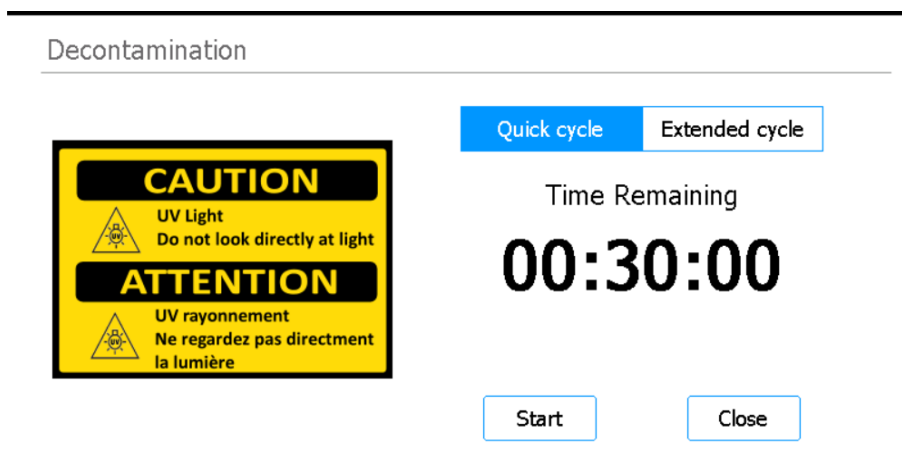

Figura 21 Ecranul Decontamination cu opțiunea Quick cycle selectată
- 3 În partea de sus a ecranului, selectați **Quick Cycle**, așa cum se arată în Figura 21